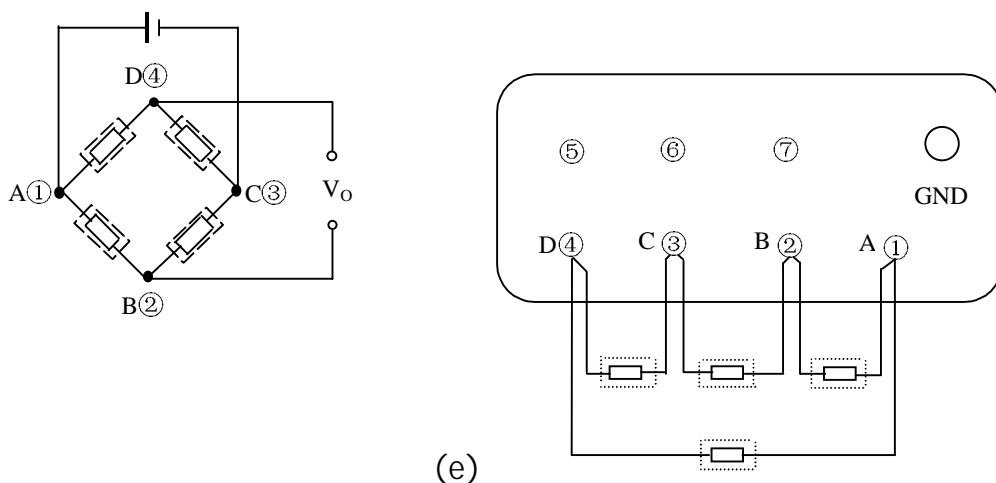

图3 应变片与桥盒的五种接线法
4. 图 3 示出应变片与桥盒的各种接线方法:
(1) A1 和 D1 两只应变片组成半桥，用于应变测量，测量结果要被 2 除。半桥应变测量如下页图 3 所示：